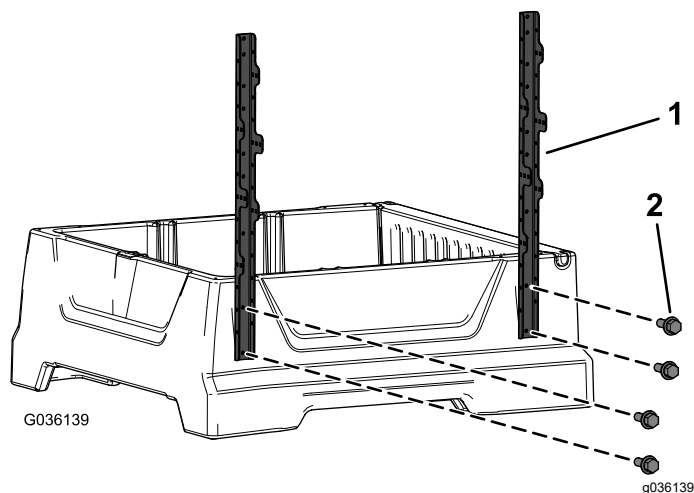

Figura 2
1. Instale, sem apertar, dois suportes de estrutura vertical lateral na parte exterior da plataforma de carga com os quatro parafusos de cabeça sextavada (1/4 x 3/4 pol.) como se mostra na Figura 2.